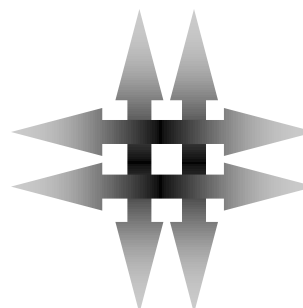

Fig. 4-3
- Pase la LOMAC® hacia adelante y hacia atrás como si estuviera usando la aspiradora, o en pases rectos como si estuviera usando una podadora de césped. Para áreas muy sucias, pase la máquina en 2 direcciones distintas (Norte a Sur y después Este a Oeste). Fig. 4-3. *Los pases continuos sobre la misma área con cualquier cepillo, pueden dañar las fibras de la alfombra. Use con precaución.*